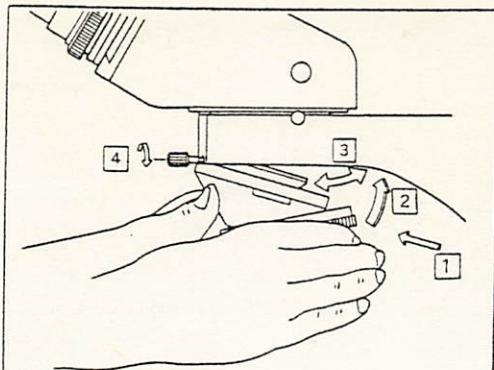

図 11
- 3) 次に対物レンズの取り付いたレボルバを図11のように傾けて、クランプねじ先端を押しながら傾きを直して取り付けます。